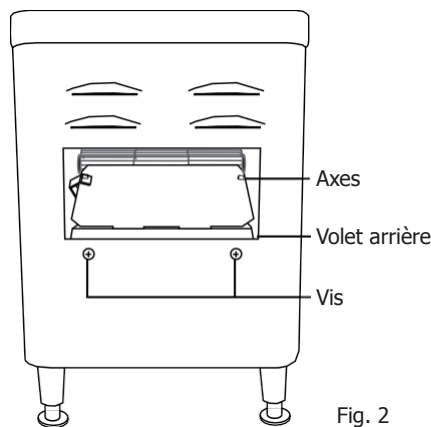

Fig. 2
2. Calez-le à l'intérieur de l'appareil en posant la lèvre recourbée du volet sur les deux axes situés à l'extrémité du convoyeur [Fig. 2].